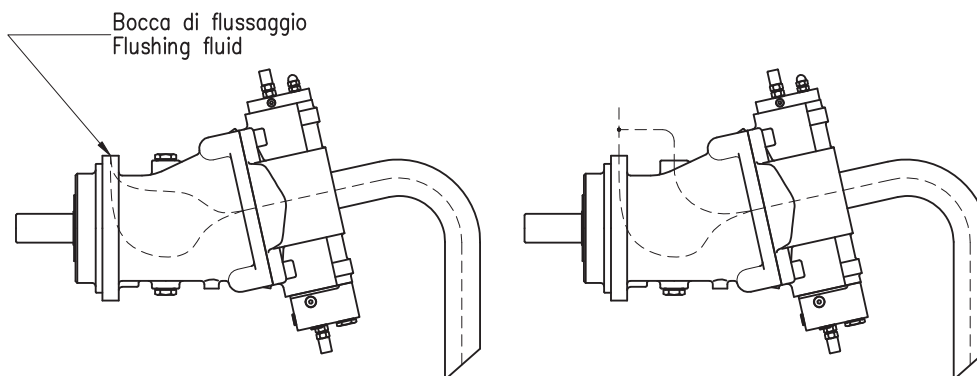

Figura 4 - Flussaggio cuscinetti / Figure 4 - Bearings flushing
Nel caso di installazione con l'albero rivolto verso l'alto dei motori e delle pompe a pistoni assiali per circuito aperto a corpo inclinato o nel caso di elevate temperature del fluido di lavoro in serbatoio (>50°) o di lunghi periodi di funzionamento a pressioni elevate (>250 bar) si raccomanda di flussare i cuscinetti dell'unità a pistoni con olio ad una temperatura  $\leq$  di quella del serbatoio. Il flussaggio dovrà avvenire attraverso l'apposita bocca R (Figura 4).
**Attenzione:** le pompe H1V con comando a pressione costante (PC, CR, PI+PC etc.) devono essere obbligatoriamente flussate nel caso di funzionamento in annullamento per un tempo superiore ai 5 min ed una pressione superiore ai 250 bar. In questo caso si consiglia di utilizzare per il flussaggio sia la bocca R che la bocca S1 o S2 (Figura 4).